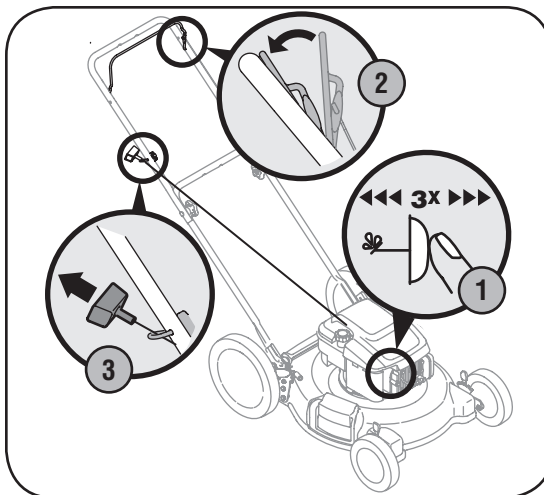

Figura 4-2: Poner en marcha la podadora.
1. Oprima el cebador tres veces. Espere aproximadamente dos segundos entre cada presión. Vea la Figura 4-2. En climas con temperaturas de alrededor de 55° F o menos, oprima el cebador cinco veces. No debe el motor caliente para reiniciarlo luego de una detención breve.
2. Colóquese detrás de la podadora, apriete la manija de control de la cuchilla y sosténgala contra la manija superior. Ver la Figura 4-2.
3. Sostenga firmemente las dos manijas juntas, tome la manija del arrancador de retroceso y tire de la cuerda para sacarla con un movimiento rápido y continuo. Vea la Figura 4-2. Mantenga firme la manija del arrancador, deje que la cuerda regrese lentamente al arrancador. Repita hasta que el motor esté en marcha. Deje que la cuerda se enrolle lentamente de regreso.